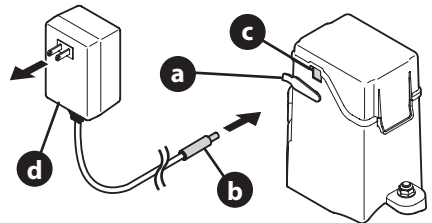

Figure 44
- Soulevez le loquet du port de recharge (a) et branchez le connecteur mâle du chargeur (b) dans la prise (c) (Figure 44).